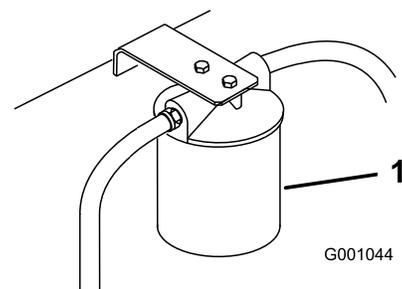

Figura 77
4. Collocate una bacinella di spurgo sotto il filtro, togliete il filtro usato e pulite la guarnizione di riduzione del filtro (Figura 77).